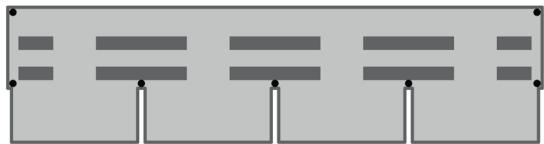

Рис. 12 Схемы расположения гвоздей.
8.1.4 Крепёж фасадной плитки – тип 1 (таблица №1). Одна плитка приивается пятью гвоздями посередине нижней границы отрезка нижней kleевой полосы и двумя гвоздями в верхние углы плитки (рис. 12).